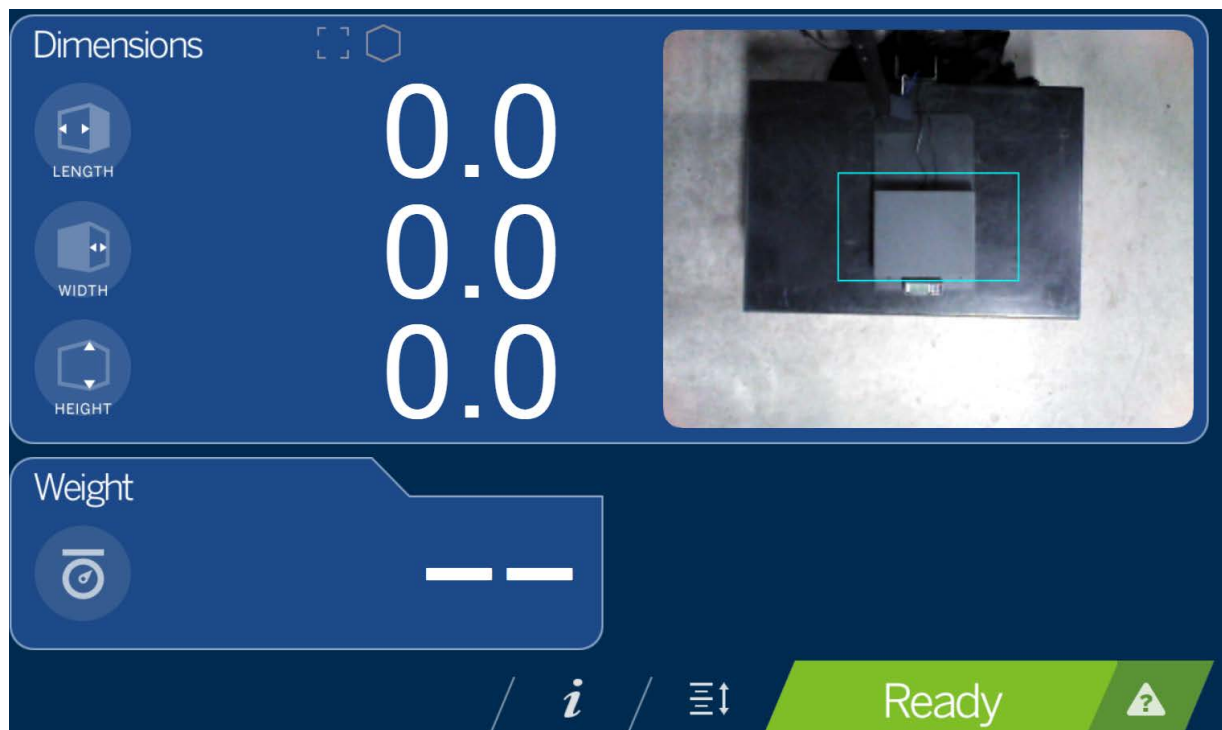

Abbildung 3-1. Touchscreen-Display
1. Wählen Sie (Abbildung 3-1 auf Seite 11) die Taste für **Geräteinformationen**  (Abbildung 4.1 auf Seite 16) unten im Display.
5. Nach erfolgreicher Nullhöhenkalibrierung wählen Sie  (Abbildung 3-1 auf Seite 11).
Der Wiegebereich bietet eine Echtzeitansicht des Scankopfes auf dem USB-Display. Das blaue Feld Abbildung 3-1 stellt den **Scanbereich** dar, der iDimension Plus für Messungen dient. (Abschnitt 7.1 auf Seite 32).
5. Nach erfolgreicher Nullhöhenkalibrierung wählen Sie . Die Anzeige kehrt zum **Touchscreen-Display** zurück (Abbildung 3-1 auf Seite 11).
1. Wählen Sie die Funktionstaste für **Geräteinformationen** am unteren **i** Bildschirmrand (Abbildung 3-1 auf Seite 11).